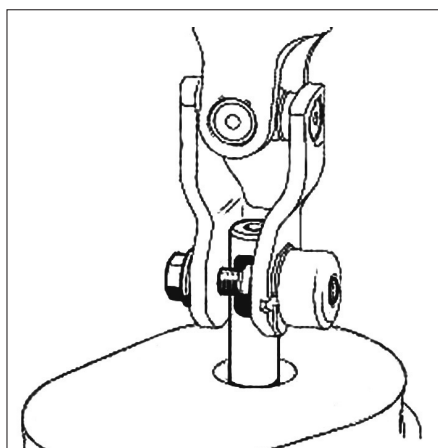

Fig. 9
- Positionner correctement la vis de la chape rabattable sur le méplat de l'arbre du boîtier de direction (Fig.9).